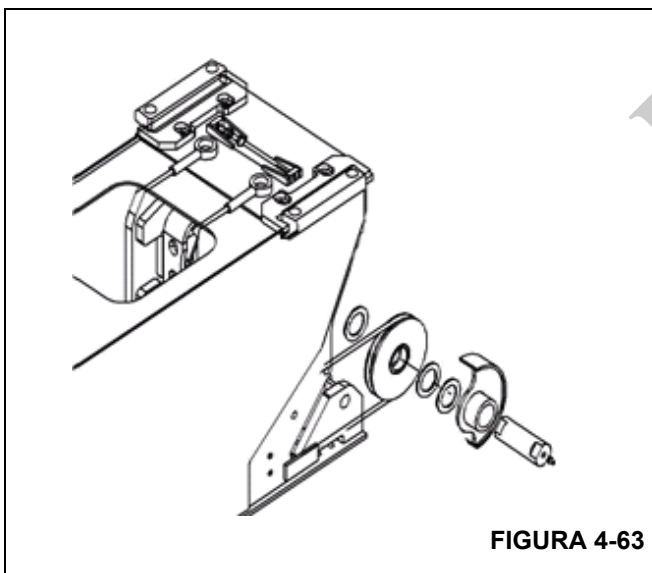
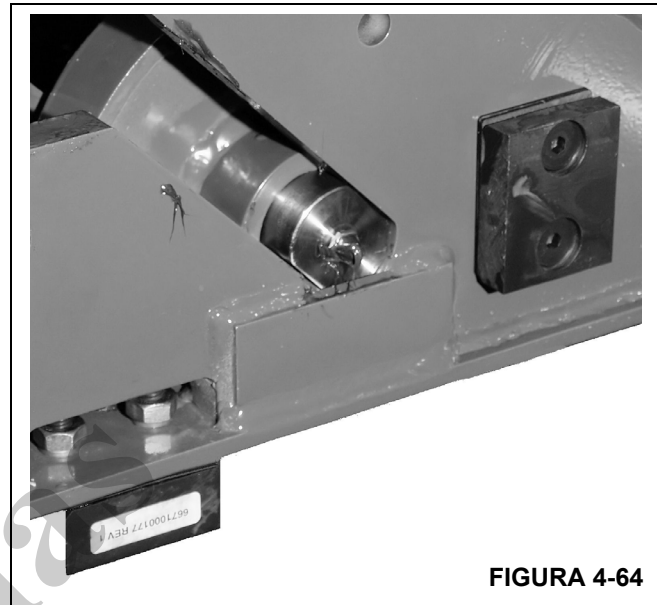

FIGURA 4-63
FIGURA 4-64
7. Monte o conjunto de polias da seção volante como mostrado na Figura 4-63 e na Figura 4-64. Observe que o pino tem uma arruela de encosto voltada para dentro da lança e duas arruelas de empuxo para fora da lança.